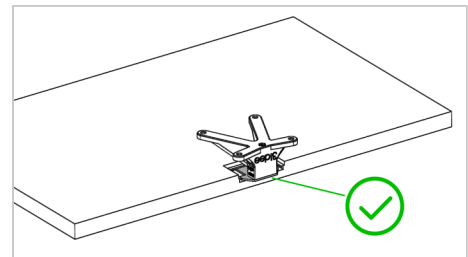

Abbildung 2
**Zur Entfernung:** drücke mit einem spitzen Gegenstand in die quadratische Aussparung und ziehe den Adapter vorsichtig heraus. (Abbildung 2)